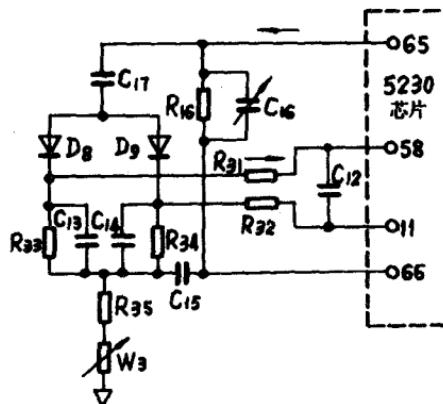

图 1—4
3. 交、直流电流测量电路：电流的测量采用分流法，如图 1—5 所示。10A 挡由 R_{16} 分流，200mA 挡由 R_{15} 、 R_{16} 分流，2mA 挡由 R_{14} 、 R_{15} 、 R_{16} 分流，利用分流后的电流在这些电阻上产生的压降实现测量。不难看出，在 2mA 挡产生的电压降经输入电阻 R_3 ($100k\Omega$) 送入 5230 内部，在 200mA 挡产生的压降经